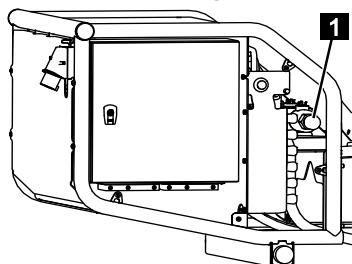

Fig. 190
7. Après le mode de secours, déverrouiller la vanne (Fig.190/1) dans le sens inverse des aiguilles d'une montre et revisser les capots sur les deux côtés.